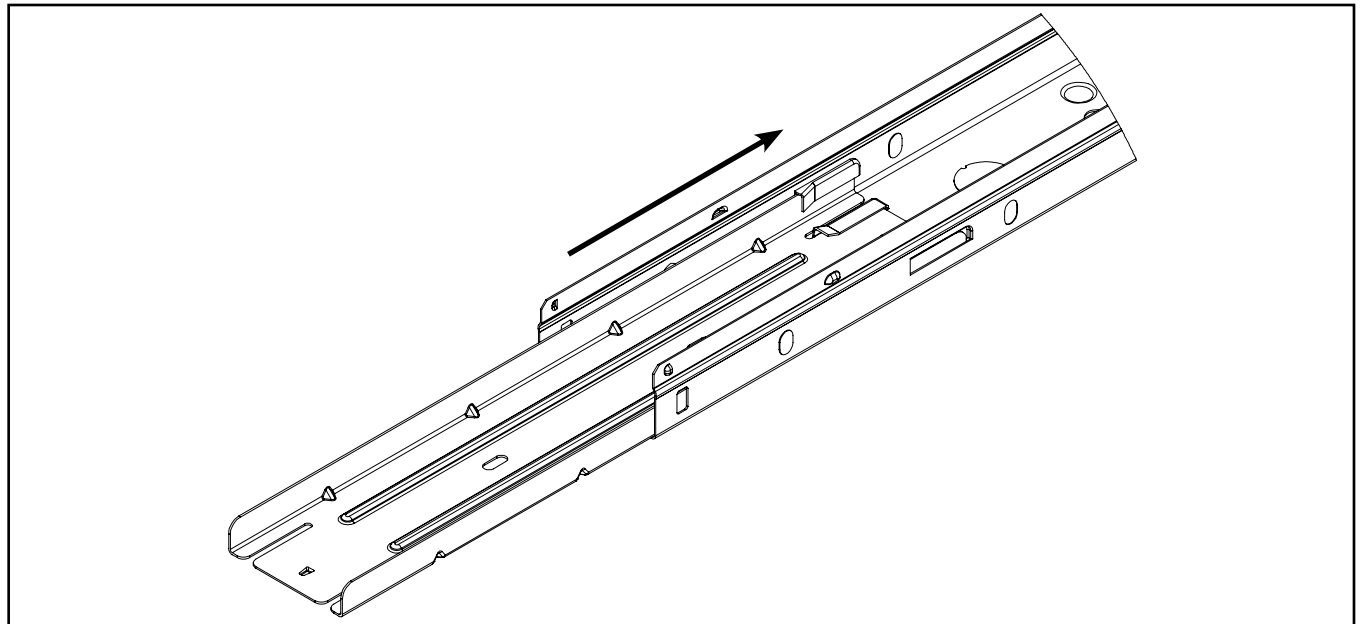

Figure 3
3. Faire glisser le support en série en place (figure 3).